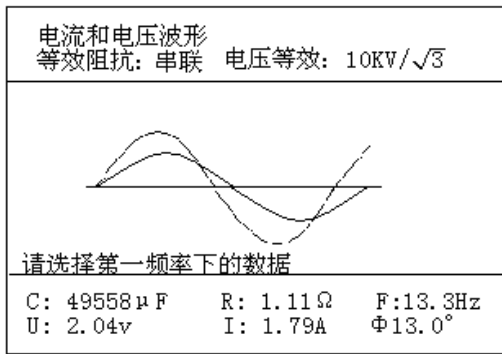
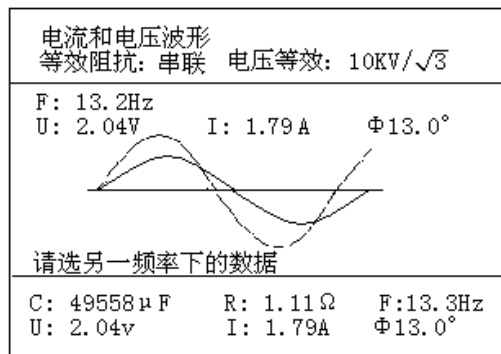
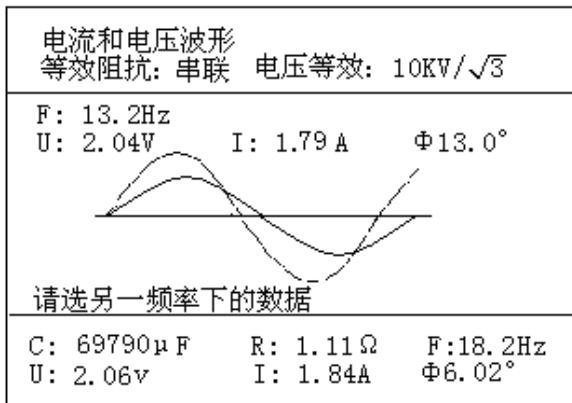
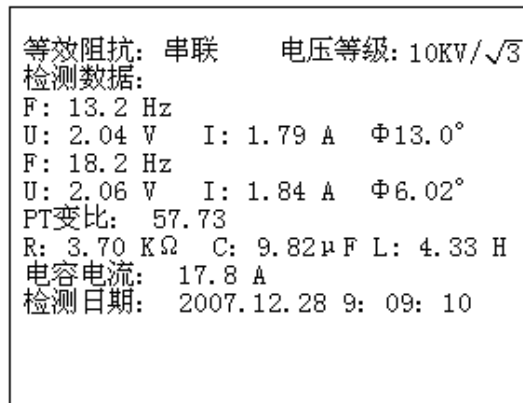

图 25
图 26
图 27
图 28
4、在主菜单中将光标移到“测量”键，按“确认”键进入测量画面，显示“正在进行扫频…”，扫频结束后，根据屏幕显示“请选第1频率下的数据”，这时将测量输出开关置于“通”，将频率选择开关（模式选择）置于F1（M1），顺时针调节输出调节旋钮，这时屏幕上会出现电压、电流波形，将电压调至2~3V（屏幕左下角显示），待数据比较稳定时，如见图25。按“确认”键，记录下一组数据。这时屏幕会提示“请选另一频率下的数据”，见图26。然后将频率选择开关（模式选择）置于F2（M2），待数据比较稳定时，见图27。按“确认”键，这时屏幕会给出测量结果，见图28。按“打印”键可以将测量结果打印出来。